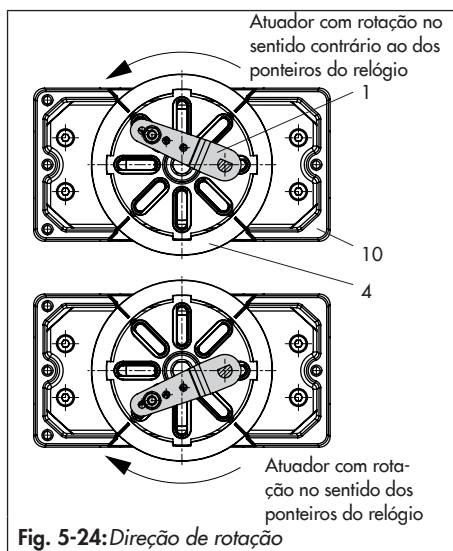

Fig. 5-24: Direção de rotação
5. Aperte o disco de acoplamento (4) no veio ranhurado do atuador ou do adaptador (3) utilizando o parafuso (4.1) e a anilha de pressão (4.2).
6. Desaperte o pino transmissor standard (2) do braço M (1) do posicionador. Fixe o pino transmissor (Ø5 mm) incluído no kit de montagem para a posição de pino a 90°.
7. Monte a placa de ligações (6) para a ligação G ¼ ou o bloco de montagem de manómetros (7) com manómetros no posicionador. Certifique-se de que os dois vedantes (6.1) estão bem assentes. Os atuadores rotativos sem mola de duplo efeito requerem a utilização de um amplificador invertido no lado da ligação da caixa do posicionador (consulte a secção 5.6.7).
8. Coloque o posicionador na caixa (10) e aparafuse firmemente. Tendo em consideração a direcção de rotação do atuador, ajuste o braço (1) de modo a encaixar o pino transmissor na ranhura correta (Fig. 5-24).